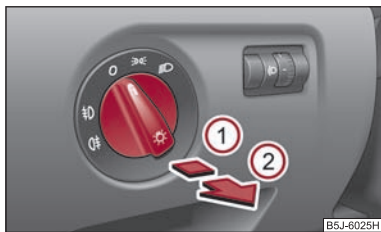

Fig. 37 Tabloul de bord: Întrerupătorul de lumină
- Rotiți întrerupătorul în poziția ⌂ sau ⌂ ⇒ fig. 37.
- Acționați întrerupătorul până la **prima** treaptă **①**.
- Trageți comutatorul în poziția **②**. Concomitent se aprind și farurile de ceață*.